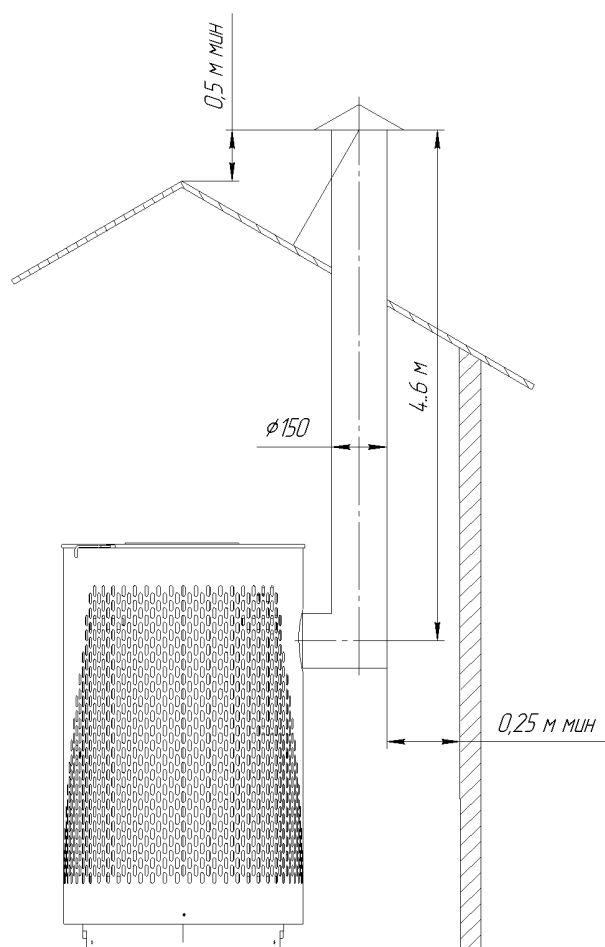

Рисунок 3 – Монтажная схема установки печи
3.3.1.2 Монтаж печи производите согласно настоящему руководству в соответствии с монтажной схемой (рис. 3 и 4):